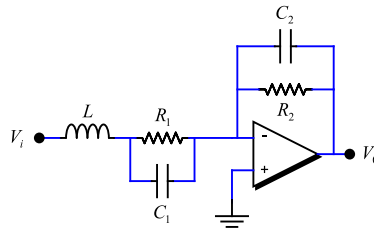

Figura 2-19
**Problema 31** Es vol analitzar el circuit de la Figura 2-19: